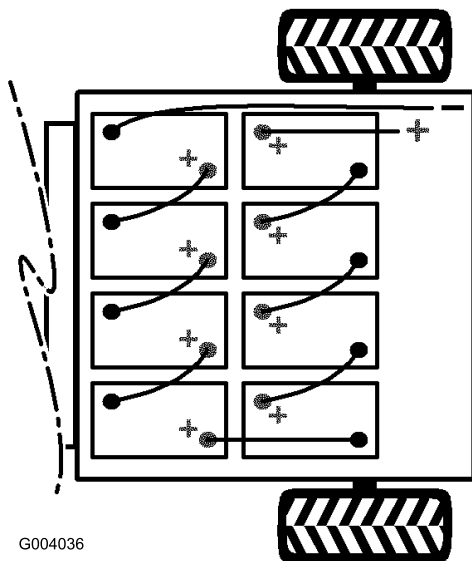

図 6
4. バッテリーは 図 6 のように配置する。
**注** バッテリーを新しく積み込む場合には、極性に十分注意してください（図 6）。
9. マイナスのメイン・ケーブル（黒）でバッテリーを車両に接続する（図 6）。
6. 図 6 に示すように、付属部品に入っているバッテリー・ケーブルで、バッテリーを相互に接続する。ケーブルが、鋭利な金属部などに触れないよう、注意すること。
7. ボルトを締めつけ、新しいボルト（&ボルト 5\_16x3\_4）とフランジ・ナット（ナット 5\_16;）でクリップのもう一方の側を固定する（図 6）。
8. プラスのメイン・ケーブル（赤）でバッテリーを車両に接続する（図 6）。